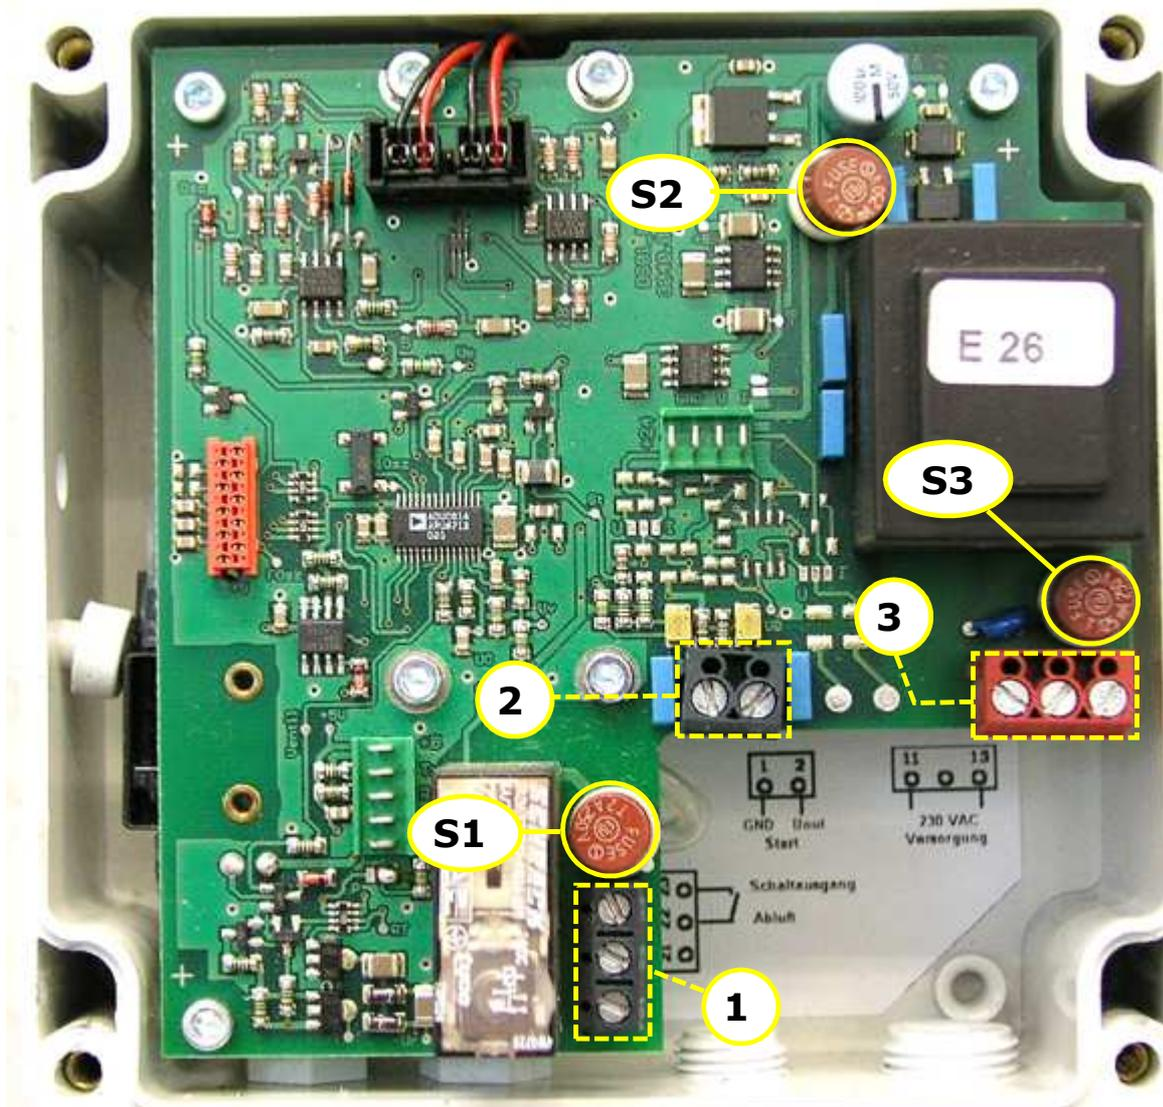

Abb. 12: Übersicht elektrische Anschlüsse und Sicherungen DS 01 L
- An den Klemmen 1+2 (Abb. 12 Pos.2) niemals 230 V anlegen, da sonst das Gerät beschädigt wird.
1	Klemme 22 und 23 im DS 01 L (siehe Abb. 12 Pos. 1)